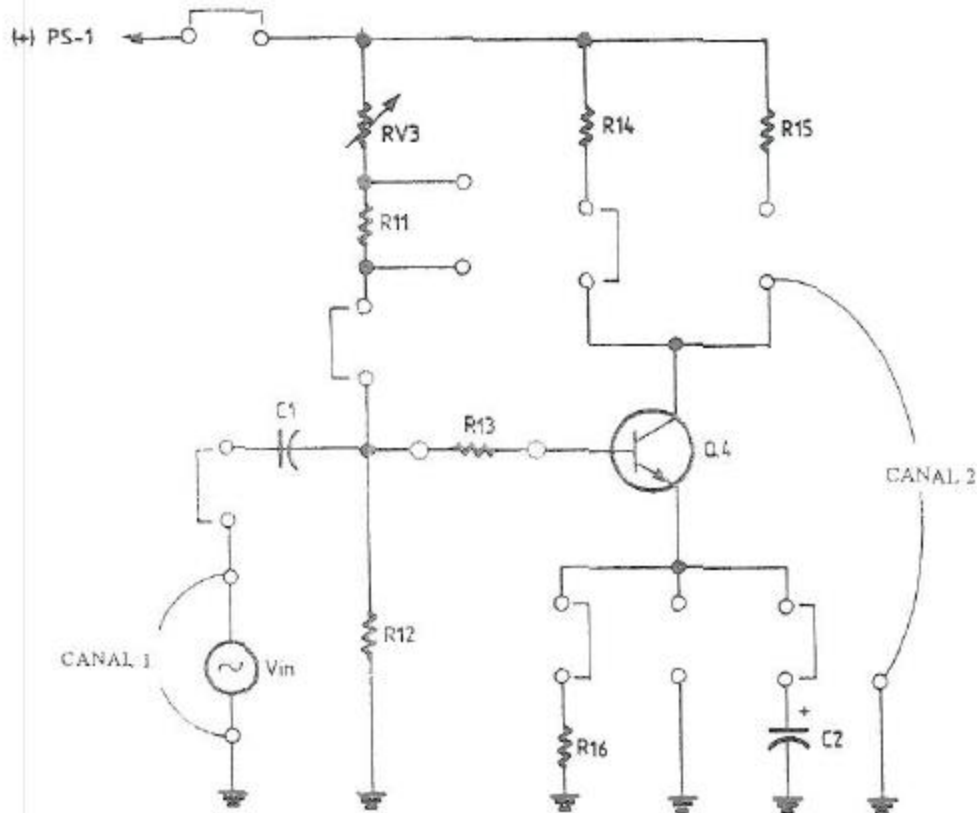

Fig. 1: Resposta de Frequências do Amplificador de CA
3. Localize o circuito da Fig. 1 que está situado no lado inferior esquerdo.
4. Monte o circuito como mostrado na Fig. 1.